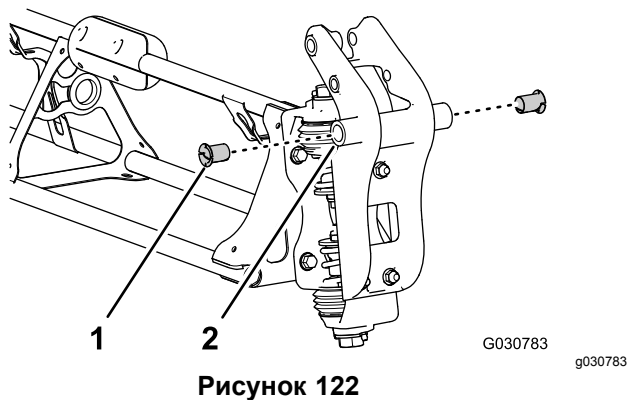

Рисунок 122
- Вставьте нейлоновые фланцевые втулки в отверстия диаметром 31,8 мм (1¼ дюйма) с каждой стороны крепления оси поворота (Рисунок 122).